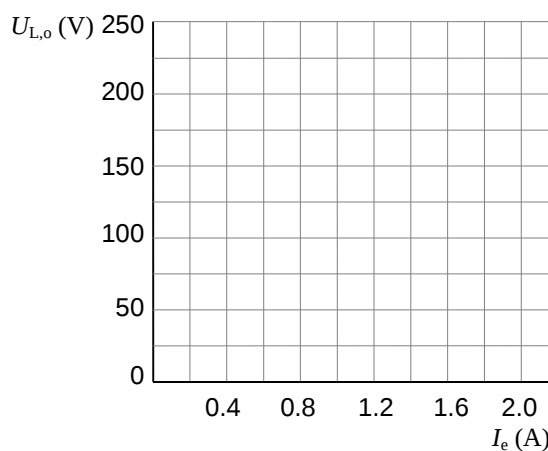

Fig. 6. Característica de vacío de la máquina síncrona
Representa los valores de la tabla anterior en la gráfica de la Fig. 6.
- Sin accionar todavía el pulsador de red del pupitre, varía la excitación de la máquina síncrona hasta que su tensión de vacío sea la nominal de la red (220 V). Ahora ya puedes conectar el pulsador de red. Ajusta la excitación de la máquina síncrona hasta que su tensión de vacío sea igual a la real de la red (que no será exactamente 220 V). Te darás cuenta cuando los dos volímetros (V y V_o) marquen igual. Teniendo en cuenta la Fig. 6, ¿qué intensidad de excitación se necesita en la máquina síncrona?